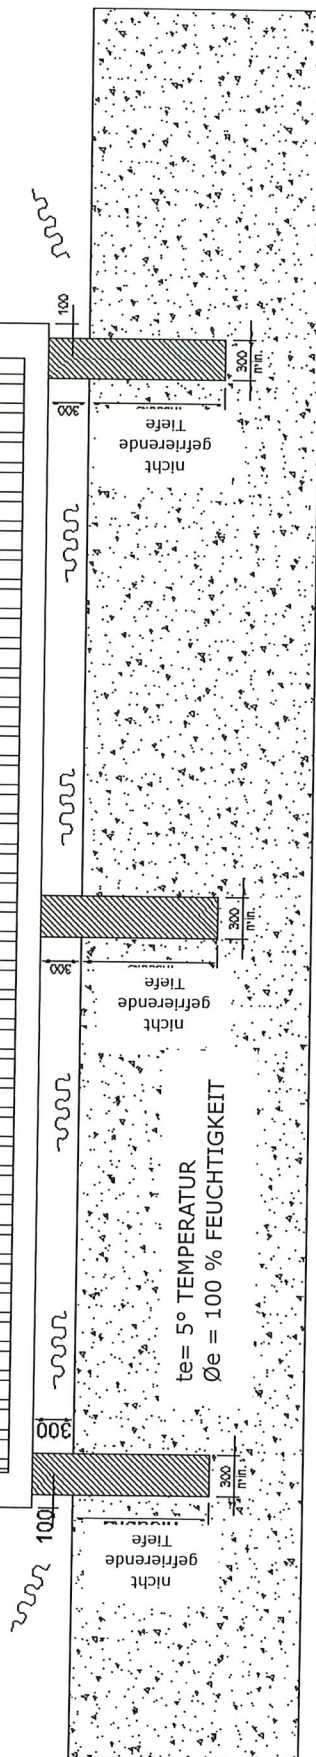

Abbildung 6
2. Die Dächer der Container müssen von großen Schnee- und Eisschichten freigehalten werden, um eine Überschreitung der Tragfähigkeit des Daches und eine Durchbiegung der Konstruktion zu vermeiden - siehe Abbildung 6 im Anhang.
- Abbildung 6